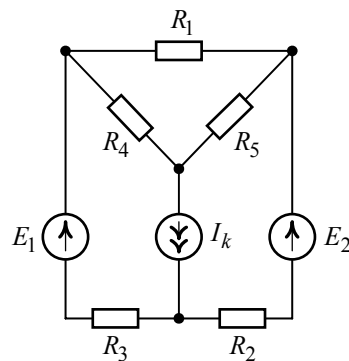

Рис. 2.5
Для схемы электрической цепи (рис. 2.5) построить график изменения потенциала во внешнем контуре. Параметры элементов цепи заданы:  $E_1 = 80 \text{ В}$ ,  $E_2 = 50 \text{ В}$ ,  $I_k = 1,5 \text{ А}$ ,  $R_1 = 50 \text{ Ом}$ ,  $R_2 = 90 \text{ Ом}$ ,  $R_3 = 40 \text{ Ом}$ ,  $R_4 = 60 \text{ Ом}$ ,  $R_5 = 20 \text{ Ом}$ .
1. Предварительно выполним расчет токов внешнего контура. Цепь (рис. 2.5) содержит шесть ветвей ( $m_b = 6$ ), четыре узла ( $n_y = 4$ ). Одна ветвь содержит источник тока  $I_k$  ( $n_r = 1$ ).